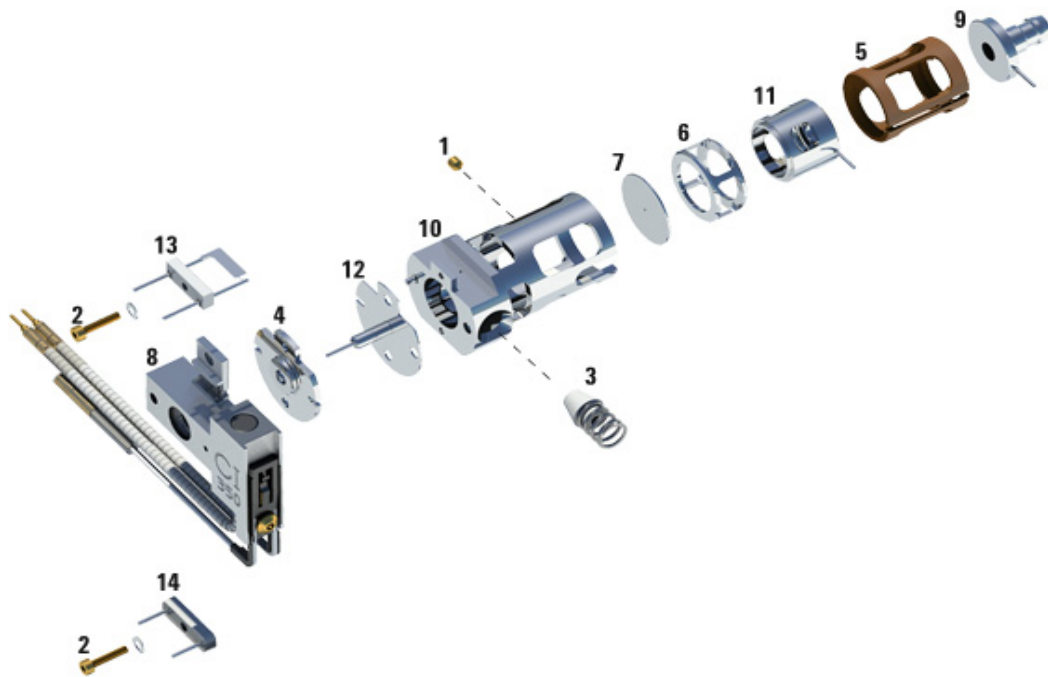

Figure 23 Démontage de la source CI
- 2 Retirer les filaments. Voir la section Figure 23, page 162
Tableau 29 Liste des pièces de la source CI (Figure 23)